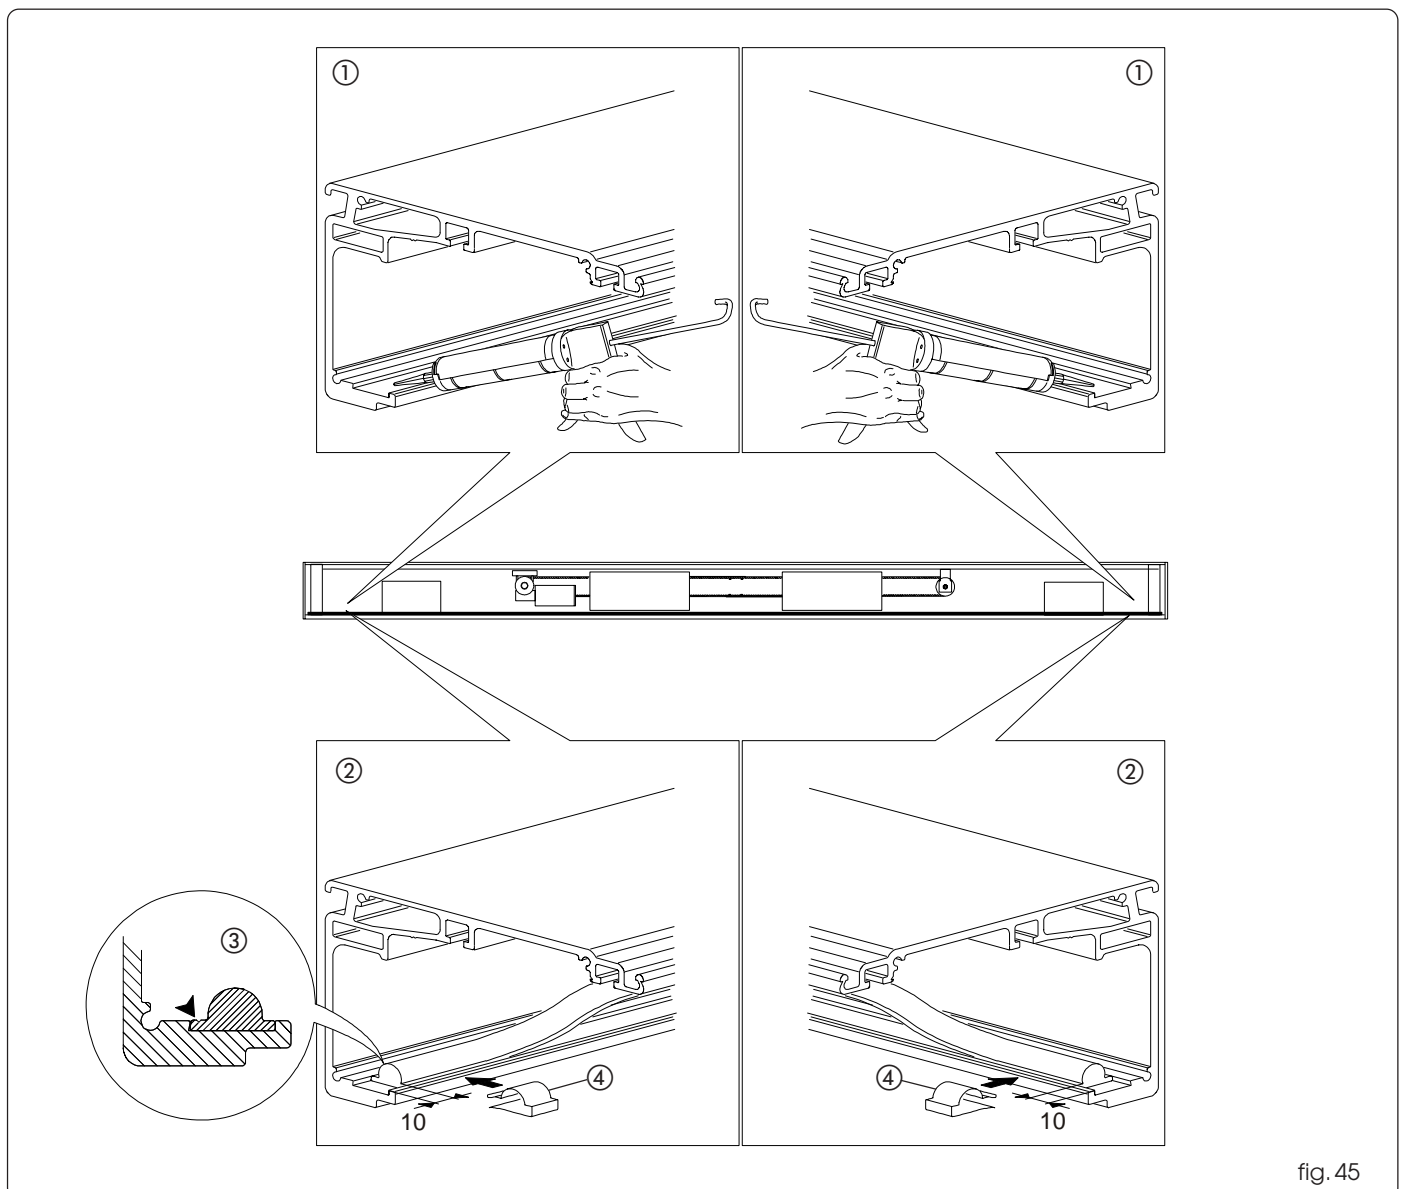

fig. 45
Étaler sur le logement du profil porteur une fine couche de silicone (fig. 45 réf. ①) et positionner le rail de coulissement de manière à laisser un espace de 10 mm des deux côtés du profil (fig. 45 réf. ②). Maintenir le rail de coulissement appuyé contre son logement et contrôler l'absence de vallonements. Nettoyer minutieusement les bavures éventuelles de silicone.
N.B.: le rail n'est pas symétrique; le côté avec la gorge doit être tourné vers le mur (fig. 45 réf. ③).
Bloquer le rail de coulissement en utilisant les pinces élastiques fournies (fig. 45 réf. ④).